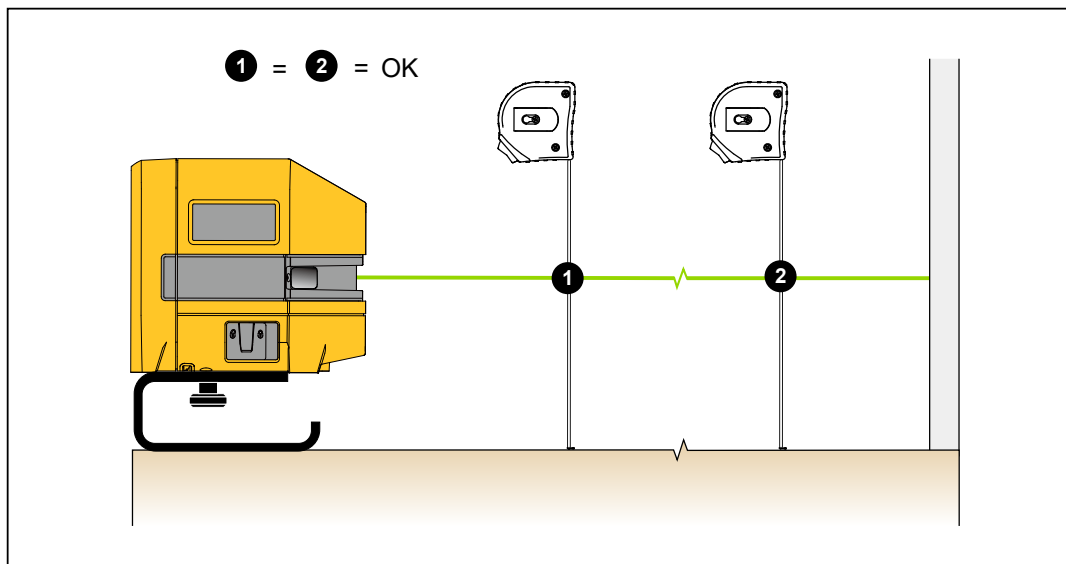

Рисунок 3. Выравнивание размещенных ранее элементов
3. Измерьте расстояние от объекта до лазера на различных расстояниях от Прибора. См. Рисунок 3.